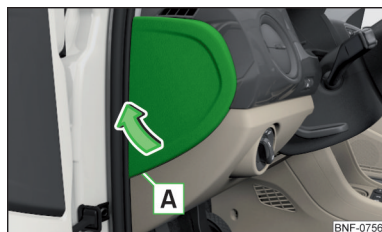

Fig. 137
- Før en skruetrækker ind i udskæringen i afdækningen » Fig. 137.